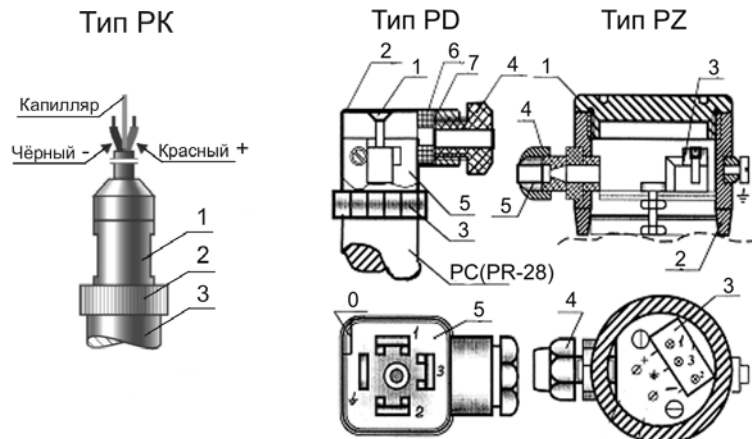

Рисунок 4 - Виды электрических присоединений (PK,PD,PZ)
Для электрического присоединения с разъемом типа PD (рисунок 4):
Для электрического присоединения с разъемом типа РК (рисунок 4):
Для электрического присоединения с разъемом типа PZ (рисунок 4):
8.16 Для электрического присоединения с разъёмом типа PD (штепсельный разъём) (см. рисунок 4, приложение В) необходимо:
8.18 Для электрического присоединения с разъёмом типа PZ (см. рисунок 4, приложение В) необходимо: